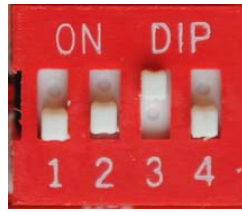

图 6 6'显示对应的拨码器
- 3) 当拨码器上的 3 拨到 ON 位置时对应的是 6' 电子纸的显示程序，如图 6。